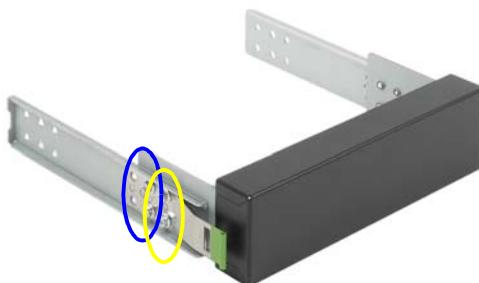

図 13: イージークリックレールの取り外し
- ▶ 両側に 4 本ずつあるネジを取り外し、イージークリックレールをダミーカバーから取り外します (40 ページ の図 13 を参照)。